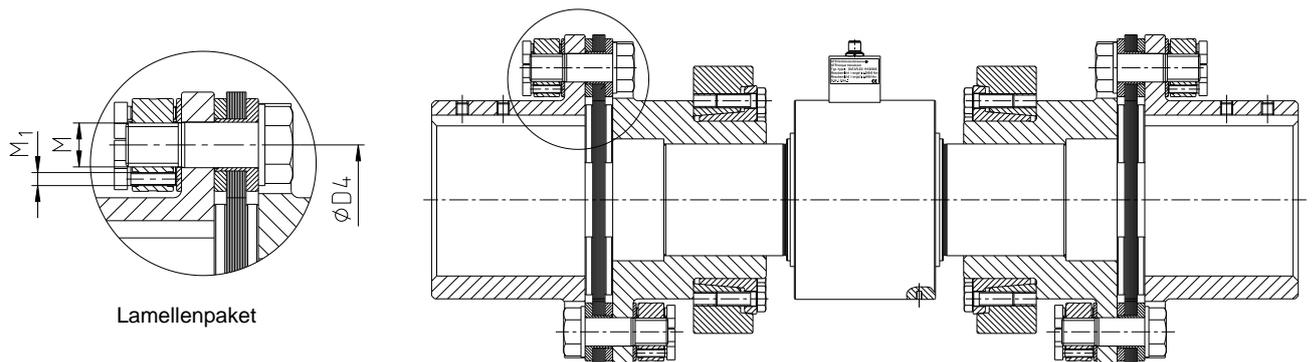

Bild 22: Montage der Lamellenpakete RADEX®-N 156
- Lamellenpakete und DATAFLEX® mit Flanschnaben einsetzen (siehe Bild 22).
- Die Teile zunächst nur handfest verschrauben, wobei die Passschrauben wechselseitig zu montieren sind (siehe Bild 22).